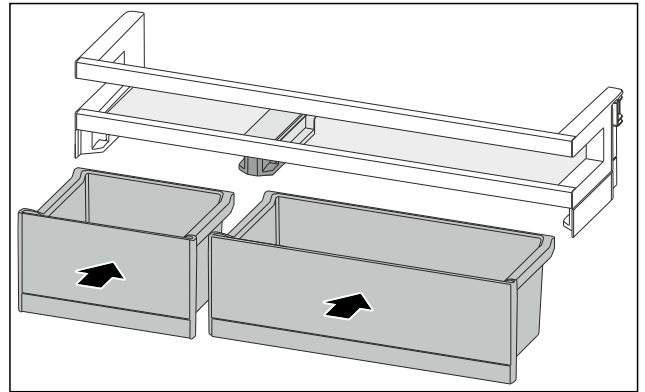

Fig. 98
- Вставте контейнери VarioBox у змінні положення. (див. Fig. 98)